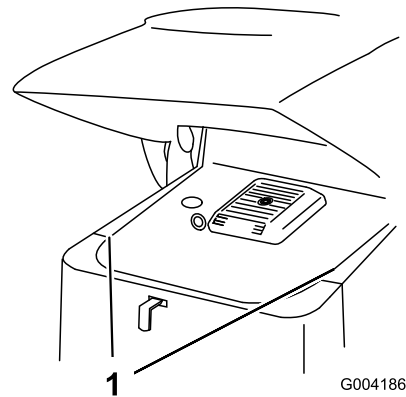

Bild 24
2. Schieben Sie die Seitengitter (Bild 24) nach oben und aus den Schlitzten im vorderen Gitter und im Rahmen.